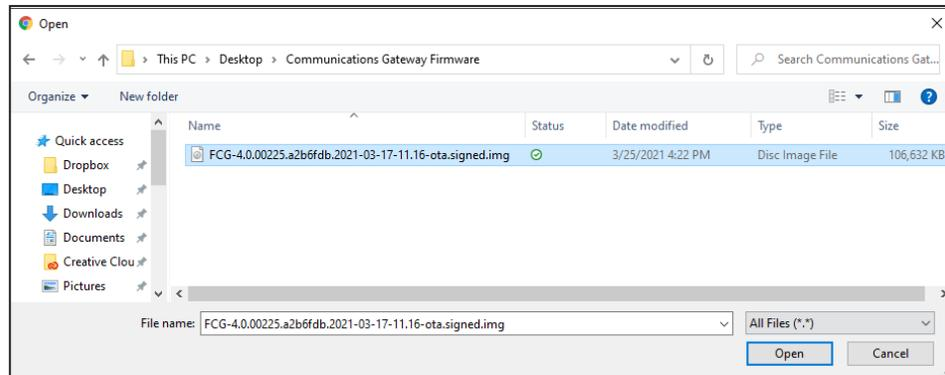

Figura 29. Caixa de diálogo de Carregamento de Firmware.
- PASSO 3.** Uma caixa de diálogo do Windows é apresentada. Ver Figura 29. Localize o arquivo de firmware e selecione-o. Clique no botão **Open**.